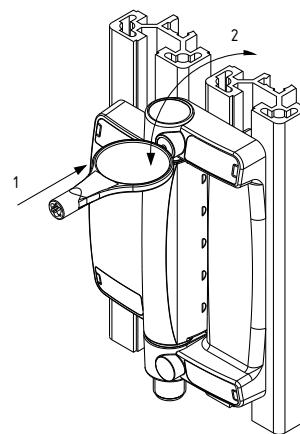

図 7
4. スイッチ角度をセットし、チェックしたら、調整工具の裏側にある調整開口部用のブランキングプラグを調整開口部 (1) に挿入し、横方向に動かして (2) 分離させます (図7)。